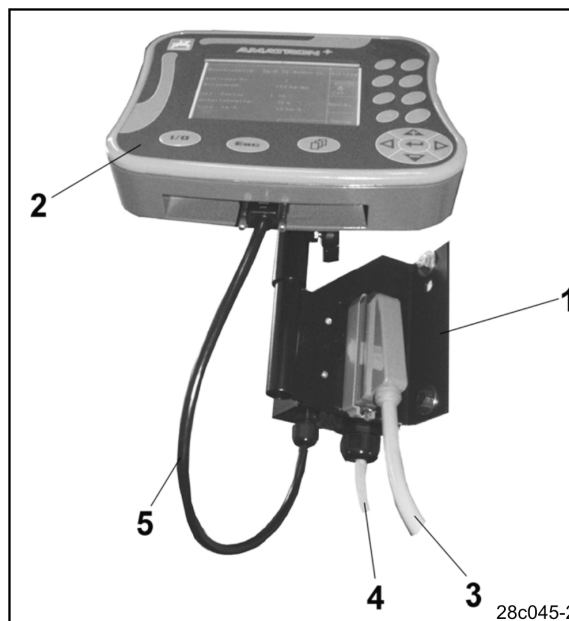
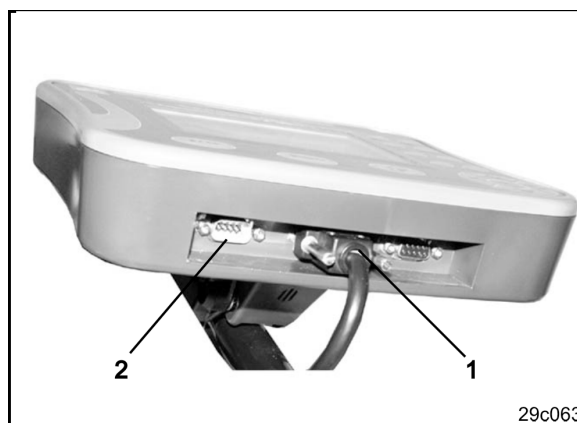

Fig. 3
Fig. 4
Exempel (bild 3/6)
Terminalen (Fig. 3/2) är en universalenhet och kan anslutas till alla **AMAZONE**-maskiner avsedda för **AMATRON⁺**.
Anslut terminalen (Fig. 3/2) resp. konsolen (Fig. 3/1) på följande sätt:
1. Anslut såmaskinen via redskapsdatorn (Fig. 3/3)
2. Anslut batterikabeln (Fig. 3/4) till traktorbatteriet.
3. Anslut förbindelsekabeln (Fig. 3/5) till terminalen (Fig. 3/2).
4. Anslut stickkontakten för anslutningskabeln (Fig. 3/5) till det mellersta 9-poliga sub-D-uttaget (Fig. 4/1)
En GPS-terminal kan anslutas till den seriella kontakten (Fig. 4/2).